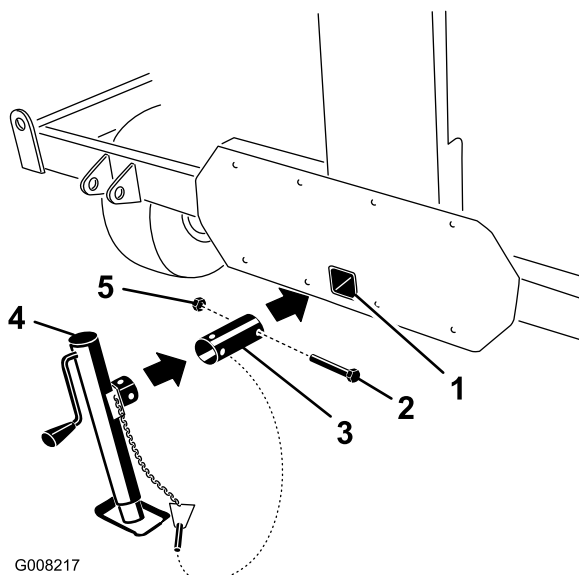
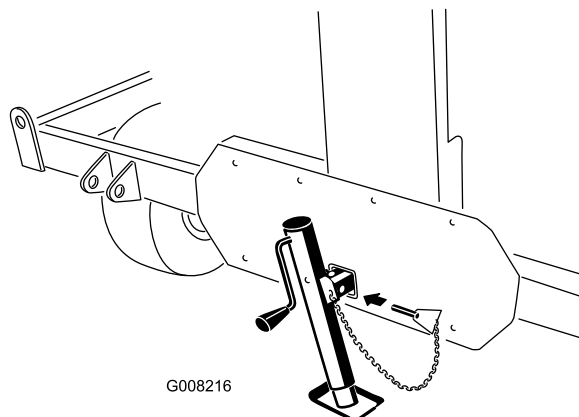

Рисунок 8
Рисунок 9
2. Вставьте трубу подъемной опоры в отверстие для крепления буксирной тяги (Рисунок 8).
4. Используя ранее снятые болт и гайку, закрепите трубу в обработчике проколов (Рисунок 8).
5. Наденьте подъемную опору на подъемную трубу, совместите крепежные отверстия и закрепите соединение шплинтом (Рисунок 8 и Рисунок 9).